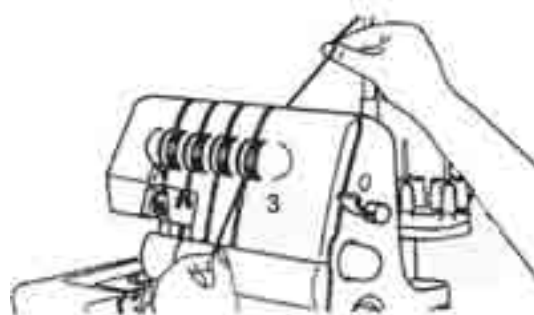

Fig. 21
3. Țineți firul fix cu degetul, ghidați-l între discurile comutatorului de tensionare a firului **17**, iar apoi trageți-l în jos (3) (fig. 21).